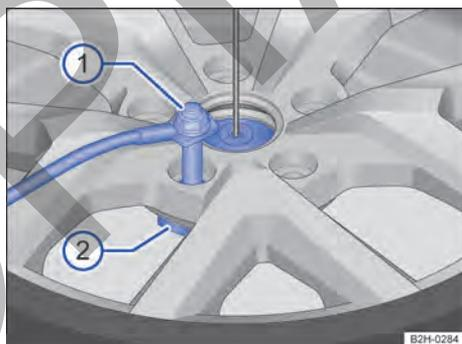

Fig. 202 Rueda de repuesto o de emergencia: soltar el tornillo de seguridad.
- ① Tornillo de seguridad
- ② Soporte para llantas
3. Con la llave de rueda, desenrosque el tornillo de seguridad del soporte para llantas en el sentido contrario al de las agujas del reloj → fig. 202 ①.